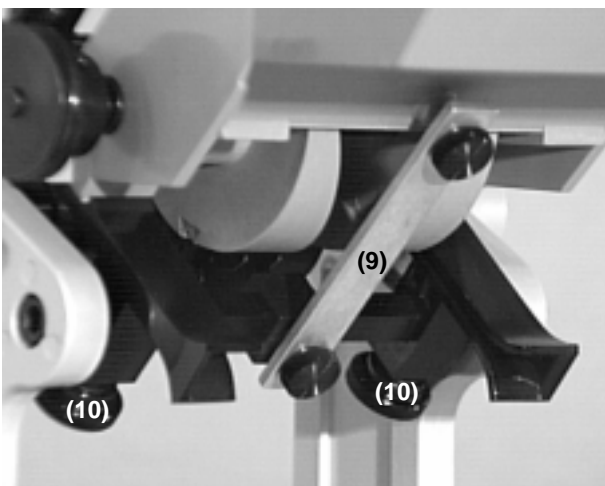

Fig. 3
- Schieben Sie die beiden Niederhalter (8) nach aussen.
- Montieren Sie die Verbindungsstange (Fig. 3, 9) zwischen CB 3000 und Cutbend-Gerät.
- Slide the two retainers (8) outwards.
- Fit the connection rod (Fig. 3, 9) between CB 3000 and Cutbend unit.
- Déplacer les deux presseurs (8) vers l'extérieur.
- Monter la patte de liaison (fig. 3, 9) entre le CB 3000 et l'appareil Cutbend.
- Ziehen Sie die Rändelschrauben an den Bandführungen fest (Fig. 3, 10)
- Tighten the milled screws on the belt guides (Fig. 3, 10).
- Serrer les vis à molette sur les guides de bande (fig. 3, 10).